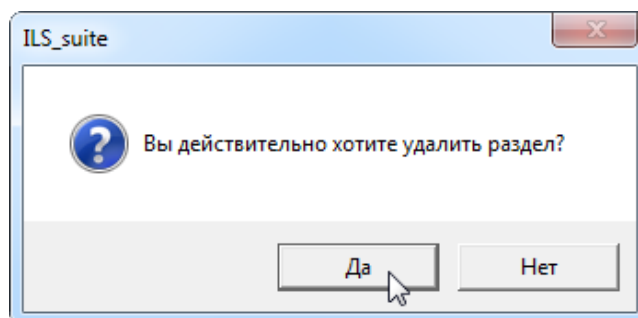

Рис. 10-144 – Подтвердите удаление раздела
3) Выбранный раздел будет перемещен. При этом код раздела будет создан заново в соответствии с его новым местом в дереве справочника (рис. 10-144).